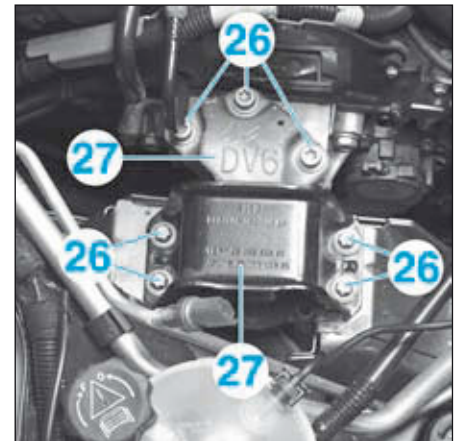

FIG.114
- Déposer les vis (26) et l'ensemble du support moteur droit (27) (Fig.114).